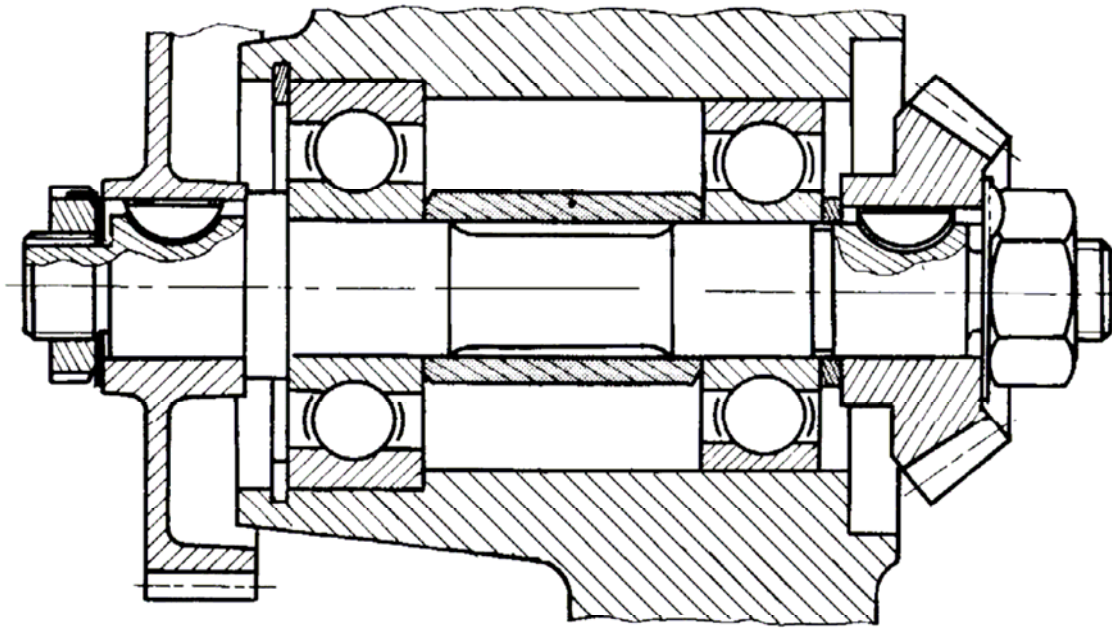

Figure 8
- b) A partir de la figure 8, identifier les différents organes de transmission qui y apparaissent. Indiquer et nommer-les.